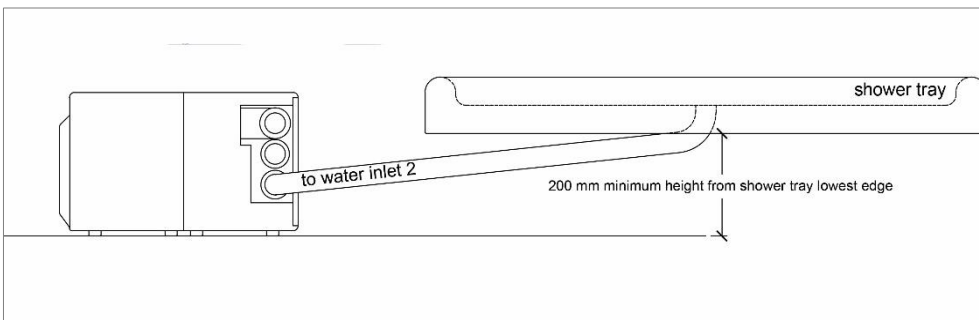

Fig. 6
N.B.: Die Abflüsse von Duschwanne und Badewanne müssen sich in mindestens 20 cm Höhe vom Boden befinden (Abb. 6).
Das Sanisplit hat eine Verbindung für die Belüftung des Sammel-tank (Abb. 6).
N.B.: le plateau de douche et la baignoire doivent être installés à une hauteur minimum de 20 cm. à partir du sol (Fig. 6).
Sanisplit est disposé une connexion pour la ventilation du réservoir (Fig. 6)
N.B.: El plato de ducha y la bañera se deben colocar a una altura mínima de 20 cm desde el suelo (Fig. 6). Todos los aparatos sanitarios conectados deben ser capaces de interrumpir el flujo de agua.
Sanisplit se prepara para una conexión para la ventilación del tanque (Fig. 6).